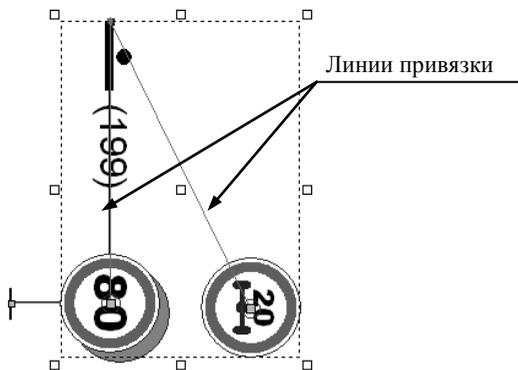

Рис. 8.14
- Выберите щиток и линию выноски (рис. 8.14) объекта расположения знака. Последовательность выбора объектов не важна. Если знак состоит из нескольких щитков, с клавишей <Shift> выберите остальные щитки.
При наличии в составе знака нескольких щитков, расположенных со смещением, будет создано соответствующее число линий привязки (рис. 8.14).